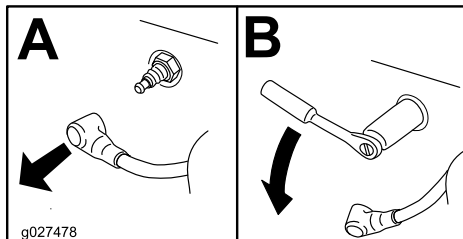

Figure 20
3. Localisez et déposez la bougie (Figure 20).